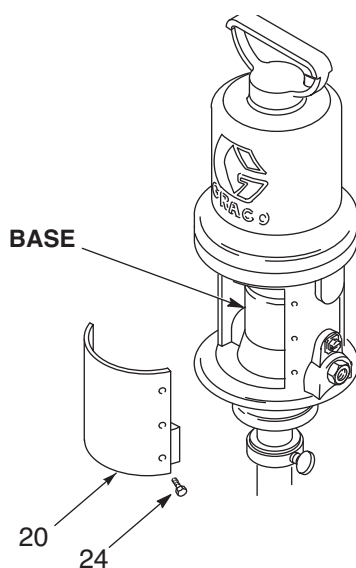

図 12
2. 1/4 インチ ナットドライバーを使用して、6 つのネジ (24) を取り外します。マフラープレートを取り外します。(図 12)
5. マフラーカバーと 6 本のネジ (24) を交換します。(図 12)